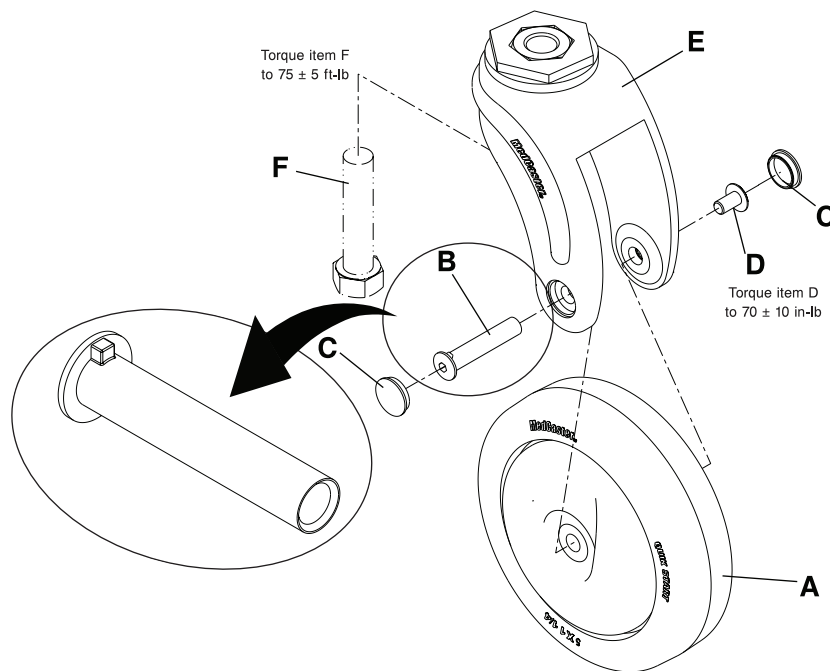

Figura 4-26: Sustitución de los conjuntos de las ruedas pequeñas delanteras
2. Con un punzón, retire y deseche las cubiertas de los manguitos de tuerca de los ejes de las ruedas pequeñas (C) (Figura 4-26 de la página 4-43).
3. Con dos llaves hexagonales de 5/32 in, retire el manguito de tuerca del eje (B) y el tornillo del eje (D). Deseche el manguito de tuerca y el tornillo del eje.
4. Sujete la rueda pequeña delantera (A) y tire hacia fuera para sacar la rueda de la horquilla (E). Deseche la rueda pequeña delantera.
5. Con un dado de 3/4 in y un trinquete de accionamiento de 3/8 in, retire el perno (F) para sacar la horquilla (E) de la estructura de la silla. Deseche la horquilla.
6. Siga los pasos 2-5 a la inversa para instalar el conjunto de la rueda pequeña delantera suministrado. Con una llave dinamométrica de 3/8 in (ft-lb), apriete el perno (F) a  $75 \pm 5$  ft-lb ( $102 \pm 7$  Nm) antes de instalar la rueda pequeña en la horquilla. Con una llave dinamométrica de 3/8 in (in-lb), apriete el tornillo del eje (D) a  $70 \pm 10$  in-lb ( $8 \pm 1,1$  Nm).
**Nota:** La cabeza del manguito de tuerca del eje (B) presenta una chaveta (Figura 4-26 de la página 4-43). Alinee de forma adecuada la tuerca en la horquilla de la rueda pequeña (E).